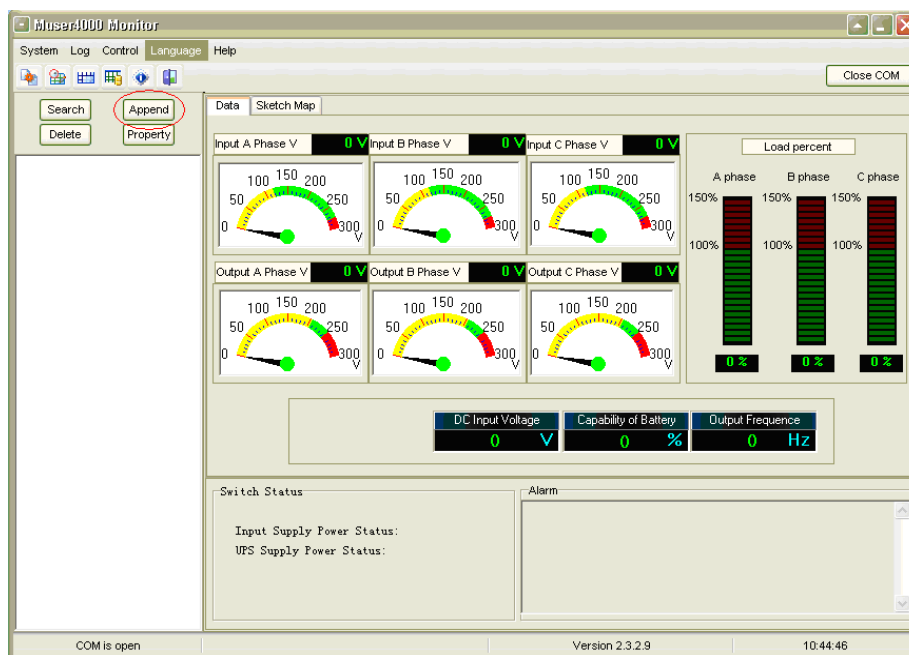

Fig. 5-20 Agregar equipo
- En la página principal de Muser4000, haga clic en el botón de «Append» (agregar) y accederá a la ventana «Append equipment» (agregar equipo) (Fig. 5-20).